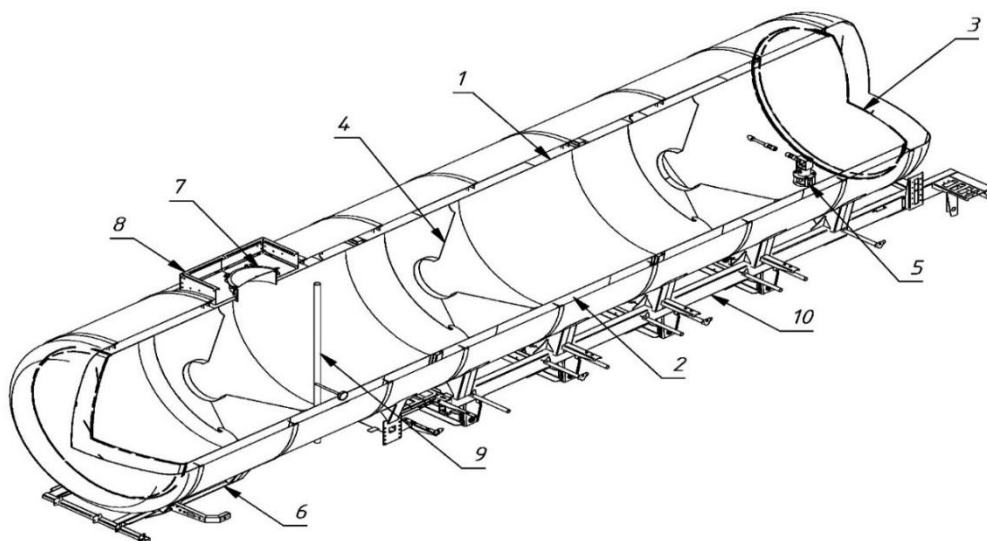
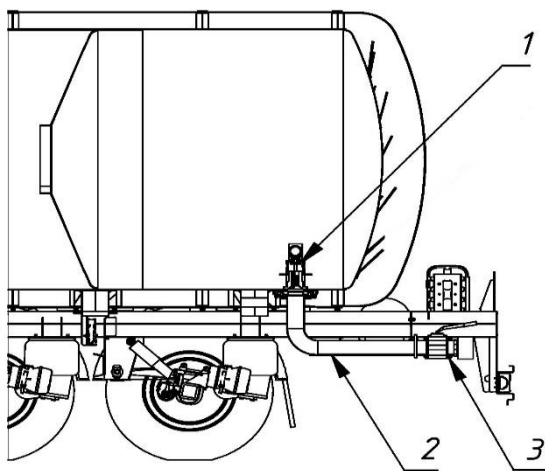

Рис. 2.6 – Цистерна полуприцепа
Рис. 2.8 – Трубопровод слива нефтепродукта
Цистерна полуприцепа показана на рис. 2.6 и представляет собой металлический сварной корпус (1), толщиной не менее 4 мм, имеет форму цилиндра постоянного или переменного сечения. Наружная часть цистерны обшита утеплителем, который сверху закрыт листами из оцинкованной стали толщиной 0,8 мм. Возможно исполнение цистерны без утепления и наружной обшивки. Корпус цистерны является несущей конструкцией, включающей в себя обечайки, радиусные торцевые стенки (3), волнорезы (4), которые служат для придания корпусу жесткости и уменьшения гидравлических ударов при изменении скорости полуприцепа. В нижней задней части цистерны вварен фланец (5) для подсоединения сливной арматуры и донного клапана (см. рис. 2.8). В передней части цистерны к нижним полкам лонжеронов приварена плита наката со шкворнем (6). Плита наката предохраняет обечайку корпуса цистерны от возможных ударов при сцепке с тягачом. Диаметр рабочей поверхности сцепного шкворня $50.8 \pm 0,1$ мм. Допустимый предельный износ рабочей поверхности сцепного шкворня не должен превышать 2,5 мм. В верхней части цистерны установлен заливной люк с откидной крышкой (7). Внутри горловины люка имеется указатель для контроля уровня налива нефтепродукта. В крышке люка установлен клапан дыхательный для регулировки давления в цистерне.
Трубопровод слива нефтепродукта показан на рис. 2.8 и служит для слива нефтепродукта из цистерны. Трубопровод проложен от донного клапана (1) в задней части полуприцепа. На конце трубопровода приварен фланец, к которому с помощью болтового соединения установлен кран шаровый (3). Это позволяет легко демонтировать кран для технического обслуживания или замены. Кран шаровый имеет присоединительные штуцера-наконечники со съёмными защитными крышками.
Донный клапан (1) (см. рис. 2.8) механический расположен внутри цистерны с ручным приводом. Рукоятка привода расположена с правой